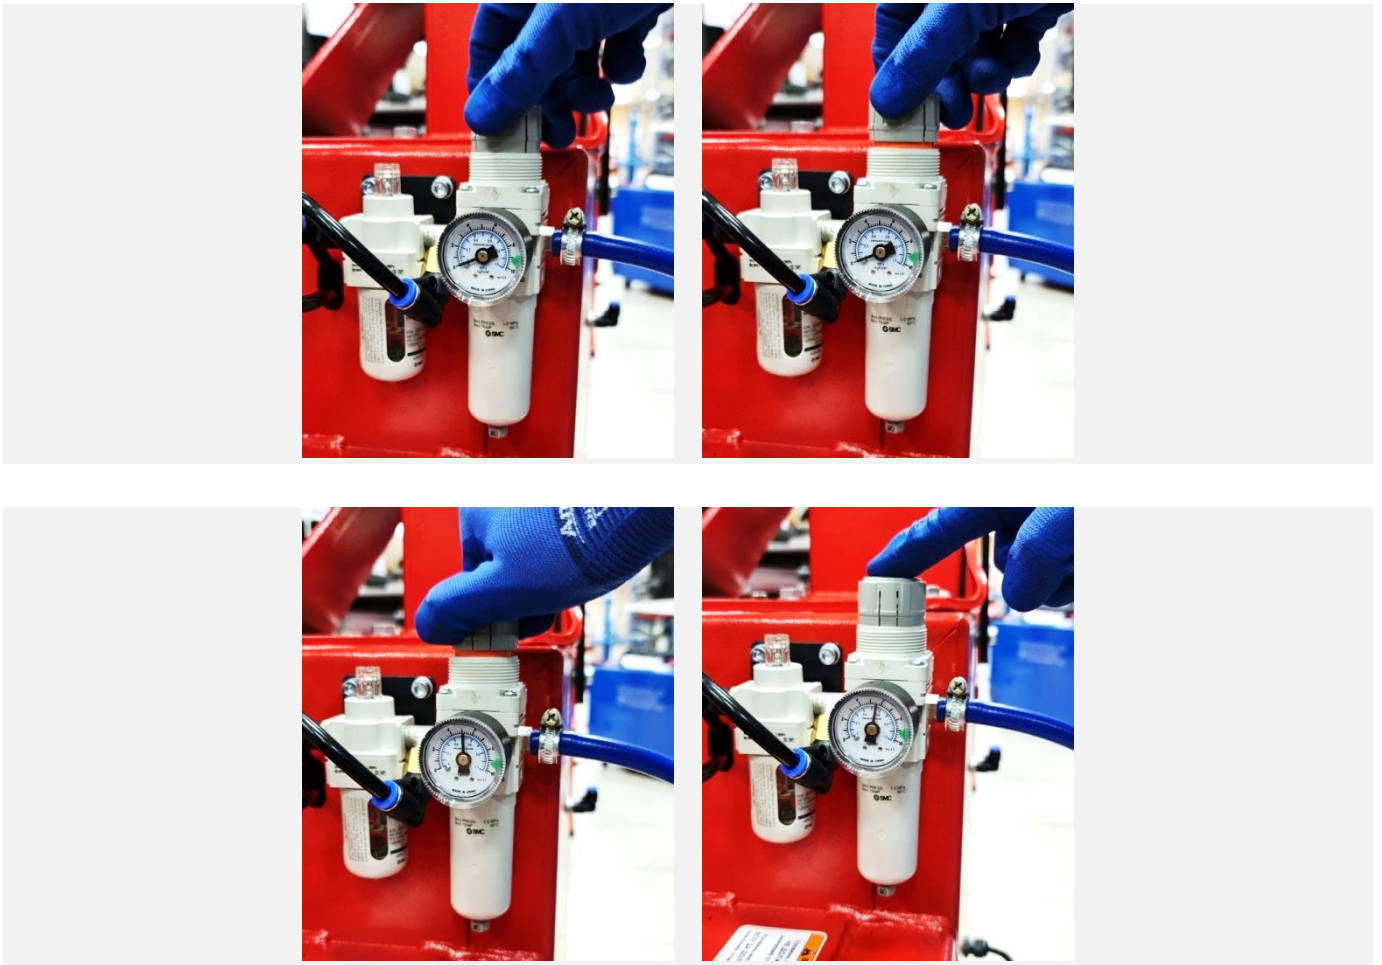

Рисунок 27
**7.6.2** Выполнить регулировку давления сжатого воздуха в пневматической системе станка. Для этого поднять колпачок регулятора вверх и, плавно вращая регулятор, установить давление равным 10 бар по показаниям манометра на блоке подготовки воздуха. Заблокировать регулятор давления, опустив колпачок (см. Рисунок 27).